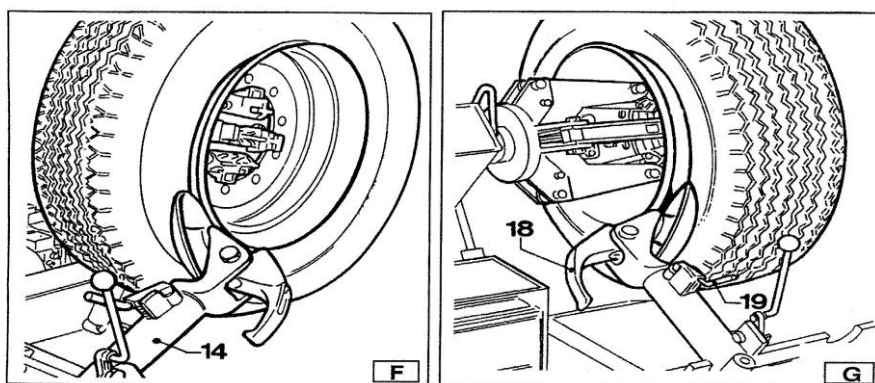

Рисунок 9. Отжим бескамерных и очень жестких шин
3) Расположите рабочую руку в нижней части обода (14, Рис.9-F) и немного надавите на край колеса рабочей рукой для фиксации.
4) Вращайте колесо, пока отжимная тарелка не начнет свободно скользить по внешнему краю обода (Рис.9-F).
7) После освобождения внешнего края шины (14,рис.9-F). Переведите монтажную руку в нерабочее положение. Затем переместите её к внутренней части колеса в рабочее положение, как показано на рисунке 9-G.
8) Нажмите монтажной головкой (тарелкой) на шину (Рис. 9-G.) и поверните колесо на 180°, пока головка не зафиксируется на ободу автоматически.
Примечание: во время отжима, крюк (18,рис.9-G), может упираться в неровности обода, требуется следить за правильным ходом крюка.
Крючок на отжимной руке должен быть использован следующим образом (18,рис.9-G).